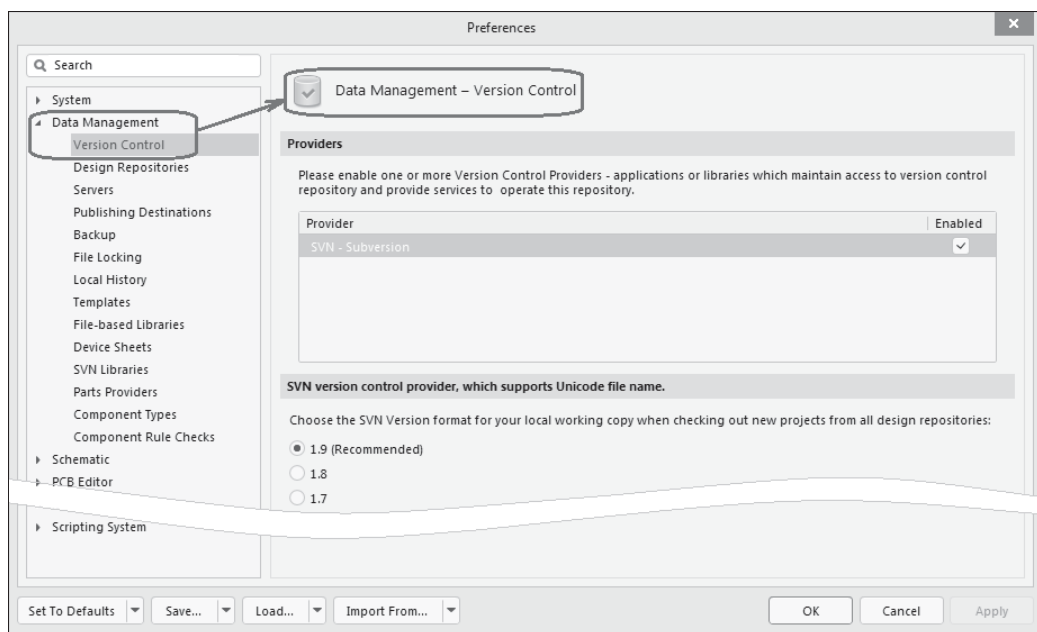

Рис. 13.1. Настройка связи Altium Designer с системой контроля версий
1. В открывшемся диалоговом окне настройки главной оболочки **Preferences** откройте страницу **Data Management | Version Control** (рис. 13.1).